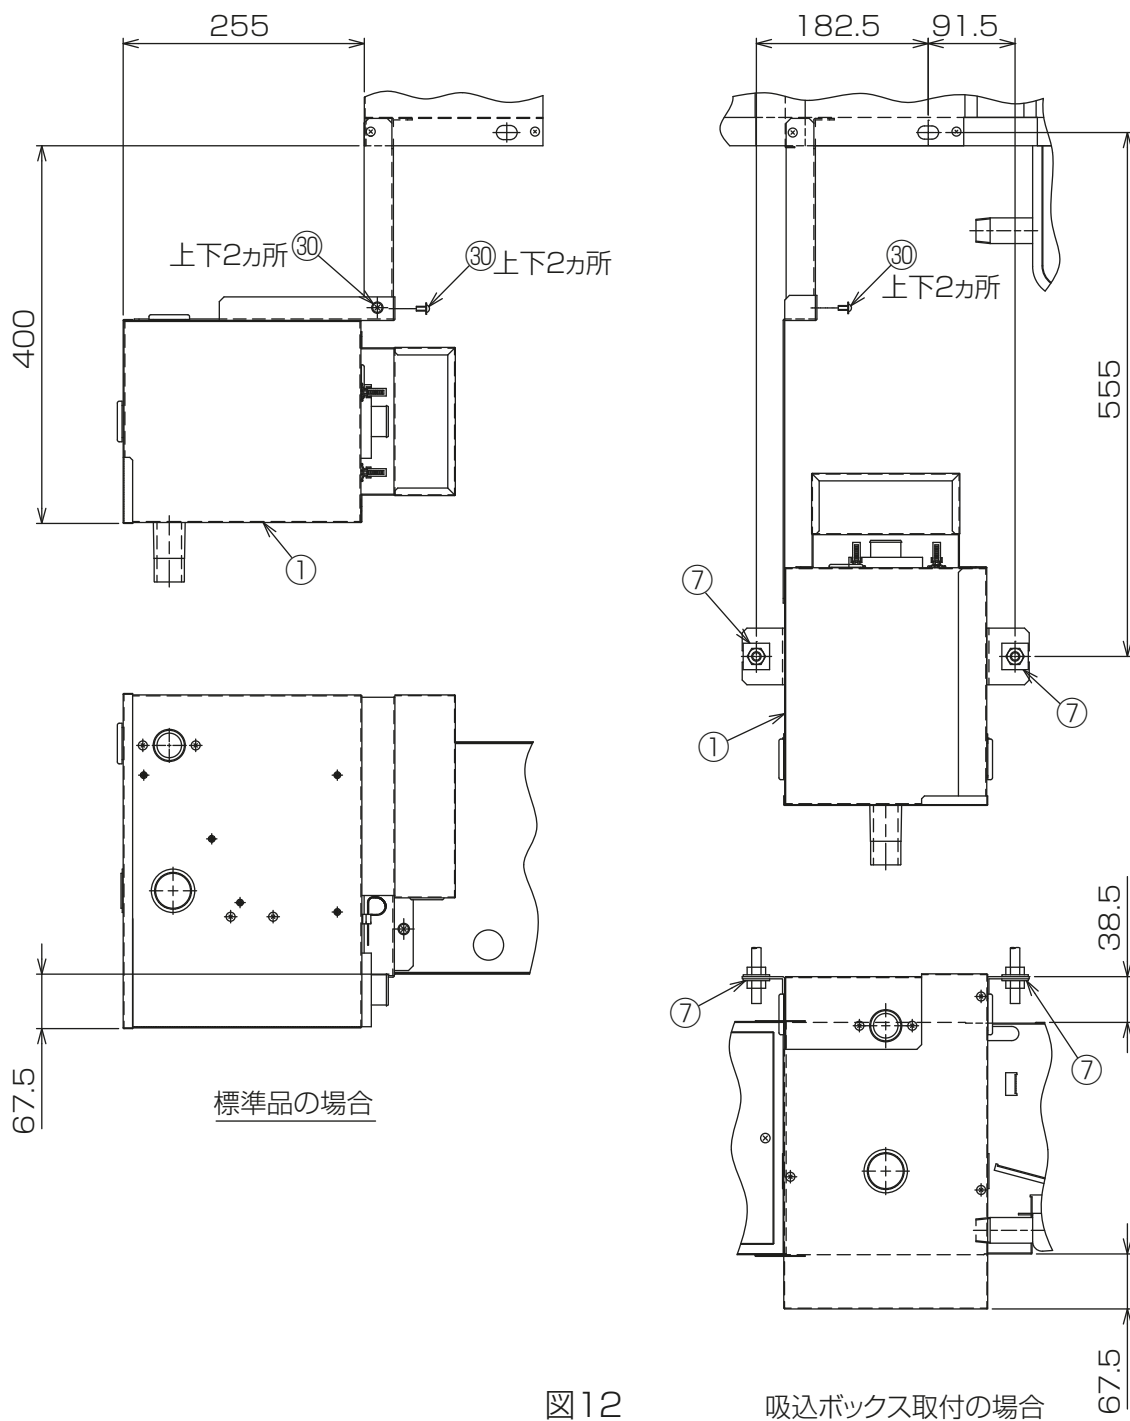

図12
(4)FCU本体が標準品の場合、品番①ドレンアップメカを品番③⑩座付タッピンネジ5×10(4本)にてFCU本体に取付けてください。吸込ボックス取付の場合、品番⑦座金を使用して品番①ドレンアップメカを図12に示す位置に別途吊下げ、その後品番③⑩座付タッピンネジ5×10(2本)にてFCU本体に取付けてください。[図12]